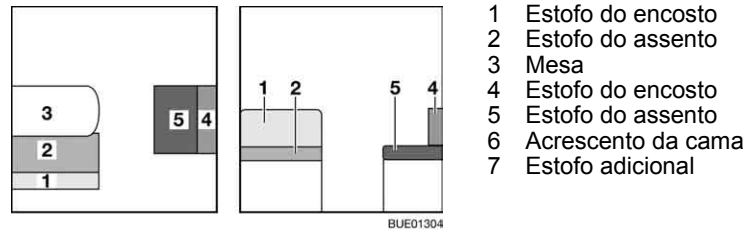

Fig. 126 Antes da transformação
- Transforme a mesa (Fig. 126,3) em base para cama (ver ponto 6.11).
- Retire o estofa do encosto (Fig. 126,1) e coloque-o sobre a mesa.